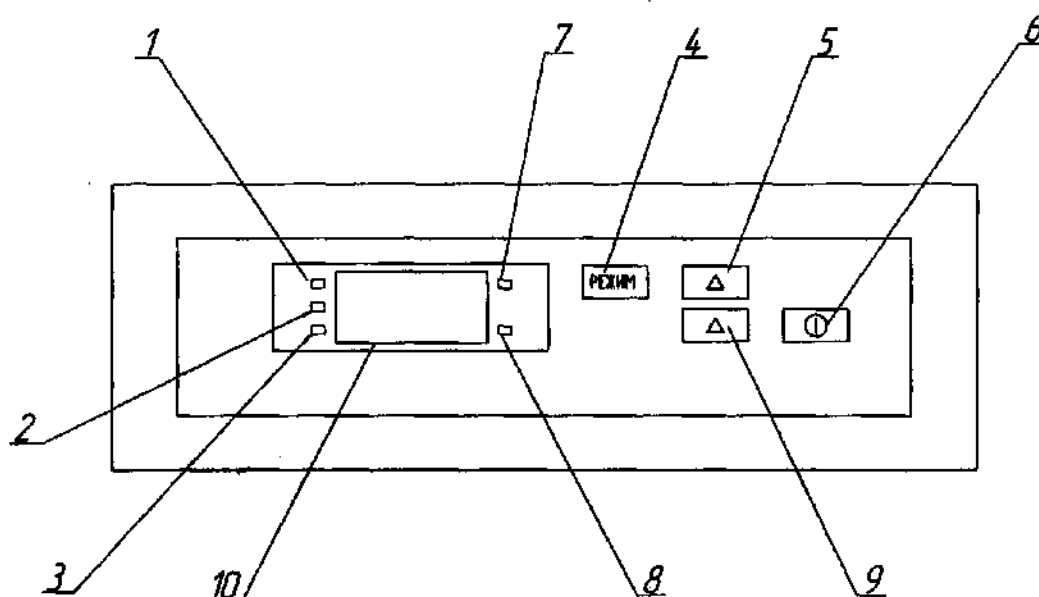
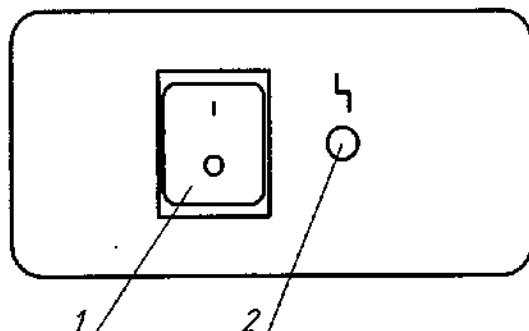

Рисунок 2 – Расположение органов управления термостатом на блоке управления
Рисунок 3 – Расположение органов управления на силовой панели
Управление процессом термостатирования осуществляется с панели блока управления (см. рис. 2). Датчик температуры размещён внутри рабочей камеры. Датчик-реле температуры предназначен для защиты объектов термостатирования от перегрева при неисправностях в электрической схеме.
Установить выключатель (поз.1, рис. 3) в положение "I". На блоке управления загорится индикатор (поз.7, рис. 2), информационное табло (поз.10, рис.2) показывает текущую температуру в камере.
Для запуска выбранной программы кратковременно (не более 2 сек) нажать на поле "ПУСК" (поз.6, рис. 2) термостат перейдет в фазу «ПОДГОТОВКА». Информационное табло индицирует изменение температуры в камере. Происходит нагрев до установленного значения температуры. При достижении заданной температуры термостат переходит в фазу «ТЕРМОСТАТИРОВАНИЕ» с включением соответствующего индикатора (поз.1, рис. 2).
Если запущена программа с учетом времени, то индикатор в течении установленного времени выдержки будет попеременно отображать прошедшее время выдержки и текущую температуру в камере. Затем происходит выдержка при заданной температуре, по истечении которой термостат переходит в фазу «ВЫГРУЗКА» (поз.3, рис. 2). Звучит прерывистый звуковой сигнал, который автоматически выключается через 1 минуту. Обработка запущенной программы завершена.
2.3.1 Установить выключатель (поз.1, рис. 3) в положение "I". На блоке управления загорится индикатор (поз.7, рис. 2), информационное табло (поз.10, рис.2) показывает текущую температуру в камере.
В алгоритм управляющей программы термостата заложена возможность автоматического запуска прерванной (в результате кратковременного пропадания питающего напряжения) программы. Если после включения произошел автоматический запуск программы, то при необходимости ее остановки нажать на поле "Ⓢ" (поз.6, рис.2) и удерживать в течение 3 секунд.
2.3.5 Для запуска выбранной программы кратковременно (не более 2 сек) нажать на поле " ① " (поз.6, рис. 2). Информационное табло индицирует изменение температуры в камере. Происходит нагрев до установленного значения температуры. При необходимости запущенную программу можно остановить, нажав на поле " ① " (поз.6, рис.2) и удерживать в течение 3 секунд.
2.3.6 При достижении заданной температуры термостат переходит в фазу «ТЕРМОСТАТИРОВАНИЕ». Включается светодиодный индикатор " ТЕРМОСТАТИРОВАНИЕ " (поз.1, рис. 2), информационное табло попеременно индицирует время выдержки и текущую температуру в камере. Происходит выдержка при заданной температуре, по истечении которой термостат переходит в фазу ВЫГРУЗКА" (поз.3, рис. 2). Звучит прерывистый звуковой сигнал, который автоматически выключается через 1 минуту.
ПРИ АВАРИЙНОМ РОСТЕ ТЕМПЕРАТУРЫ (>85°C), СРАБОТАЕТ РЕЛЕ ТЕМПЕРАТУРЫ, И ПРОИЗОЙДЕТ АВТОМАТИЧЕСКОЕ ВЫКЛЮЧЕНИЕ СИЛОВОЙ ЧАСТИ ТЕРМОСТАТА. ПРИ ЭТОМ ЗАГОРИТСЯ ИНДИКАТОР АВАРИЙНОГО ВЫКЛЮЧЕНИЯ ТЕРМОСТАТА (ПОЗ. 2, РИС.3).
2.3.8 По окончании работы термостат выключить нажатием на клавишу "О" (поз.1, рис.3).